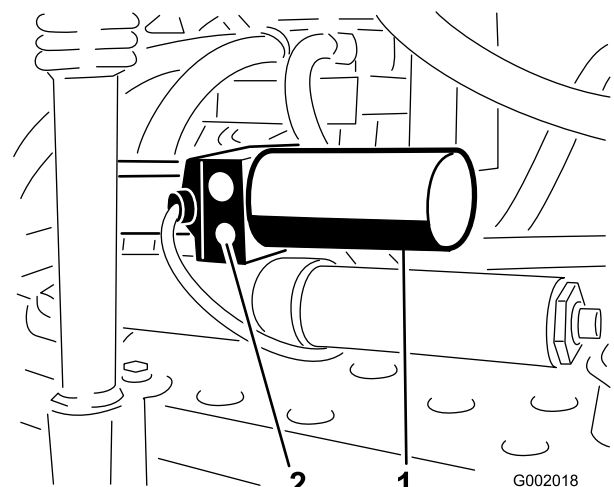

Figura 74
1. La valvola di sicurezza manuale è situata sull'attuatore di ogni barra. La valvola di sicurezza manuale è la valvola più piccola, che si trova solo su un lato del corpo dell'attuatore (Figura 74).